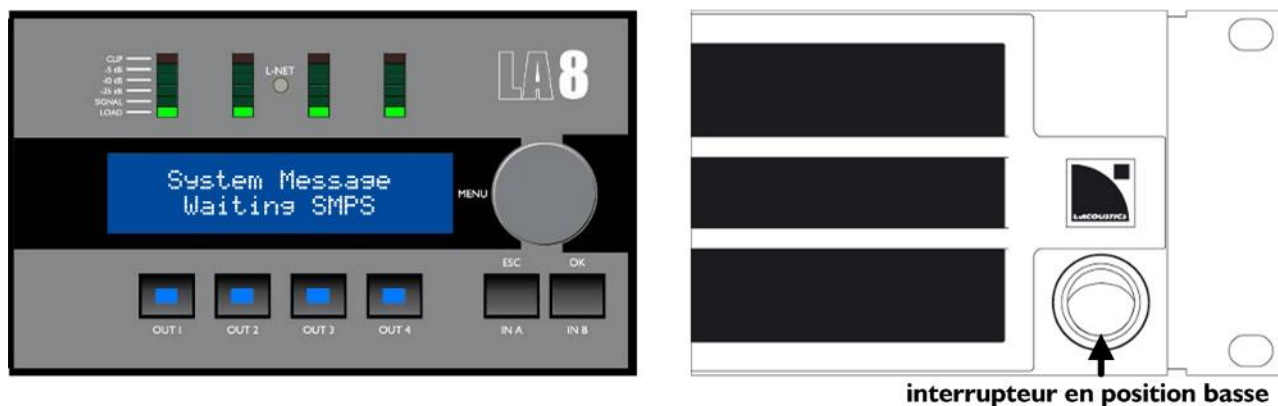

Figure 14 : Séquence d'extinction
- ▶ Presser l'interrupteur vers le bas pour éteindre le LA8, voir la Figure 14.